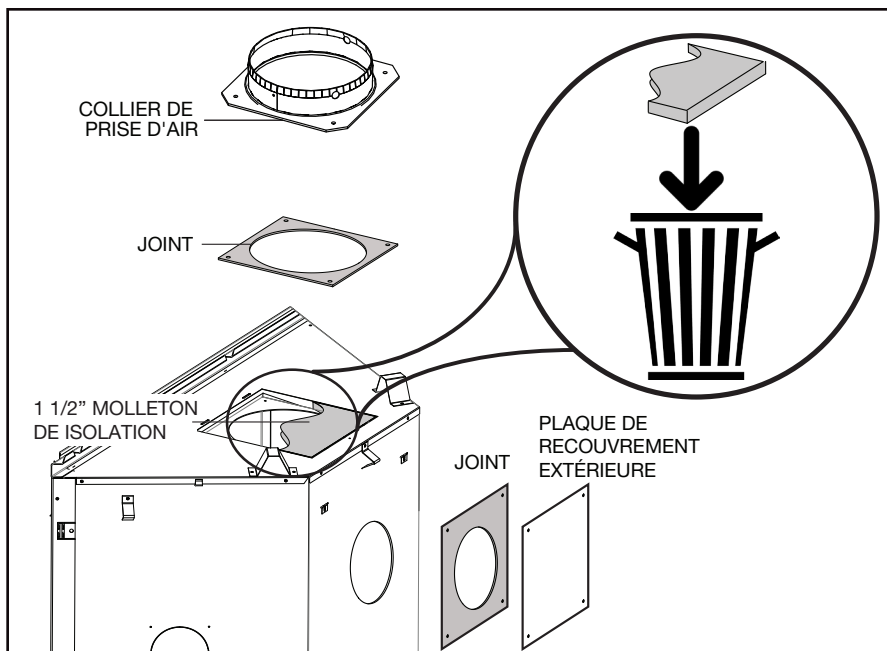

Fig. 2
- Placez le collet d'évacuation de 7" (177,8mm) et le joint d'étanchéité en haut de l'appareil et fixer en place utilisant ques vis (**Fig. 2**).